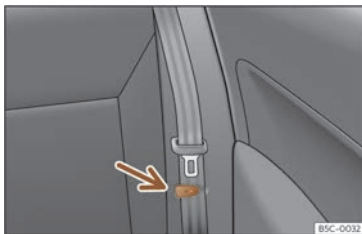

Fig. 113 Asento traseiro:pinza para suxeitar o cinto de seguridade.
- Coloque os cintos de seguridade laterais na pinza do revestimento»»» **fig. 113**.